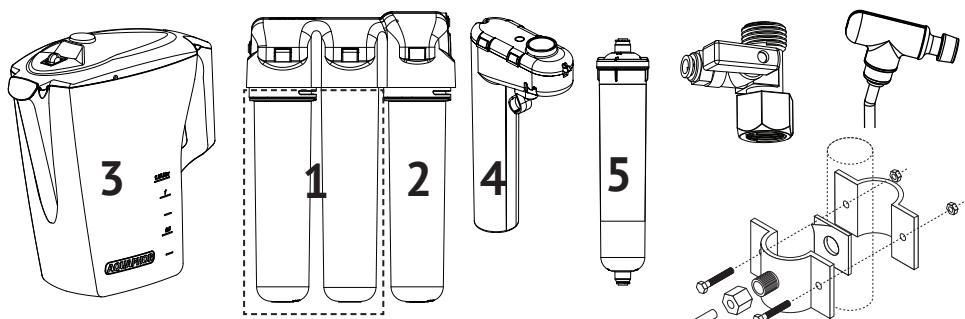

Рисунок 1
3. ОСНОВНЫЕ БЛОКИ И ПРИНЦИП РАБОТЫ DWM (рис. 1):